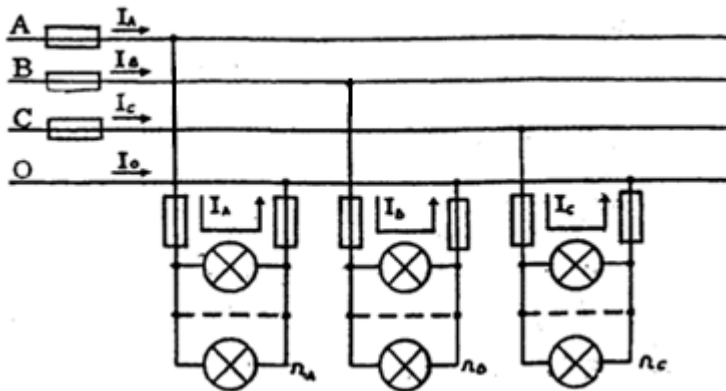

Рисунок 34 – Электрическая схема
В четырехпроводную сеть трехфазного тока (рис. 34) с линейным напряжением  $U_L = 380\text{В}$ , включены по схеме "звезда" три группы ламп накаливания одинаковой мощности. В каждой фазе (группе) лампы соединены параллельно. В среднем сопротивление одной лампы составляет  $R_{\text{лампы}} = 484\text{ Ом}$ . Число ламп в каждой фазе (группе)  $n_A=88$  шт,  $n_B=33$  шт,  $n_C=55$  шт. Определить ток  $I_{\text{лампы}}$ ; напряжение  $U_{\text{лампы}}$ ; мощность  $P_{\text{лампы}}$ , на которые рассчитана лампа; токи  $I_A; I_B; I_C$  протекающие в фазных и линейных проводах; мощности  $P_A, P_B, P_C$ , потребляемые каждой фазой и всей цепью. Построить в масштабе векторную диаграмму напряжений и токов и из нее графически определить величину тока в нулевом проводе  $I_0$ .
**Задача 4.1** В четырехпроводную сеть трехфазного тока (рис. 34) включены по схеме "звезда" три группы ламп накаливания одинаковой мощности. В каждой фазе (группе) лампы соединены параллельно.